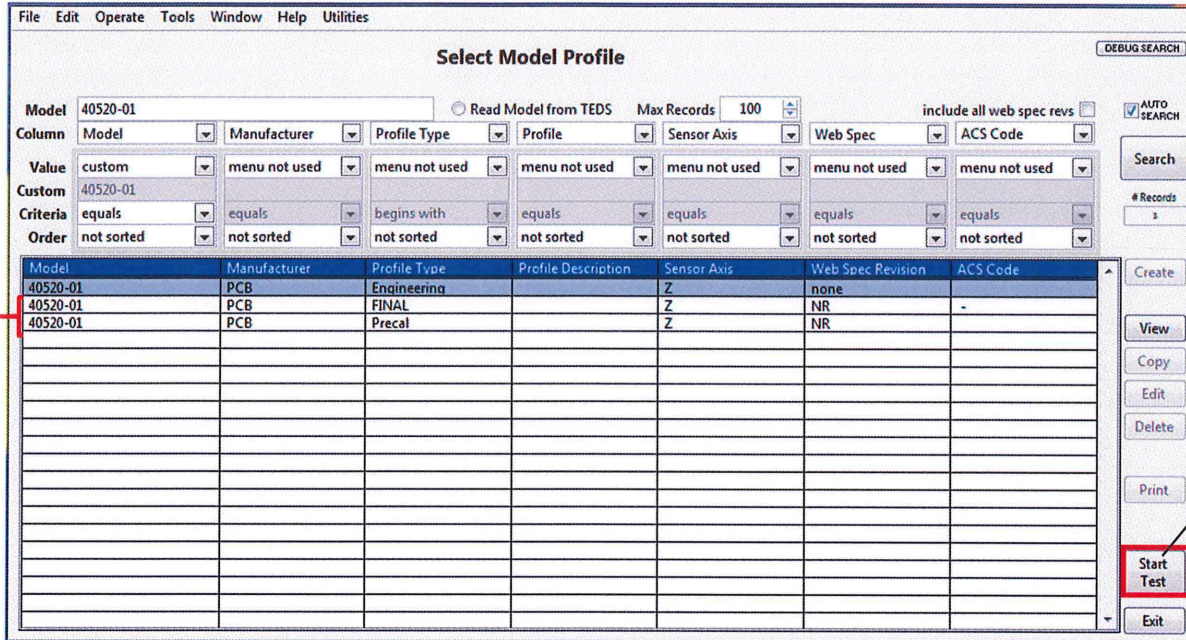

Figure 8
- 10) Reference Figure 8.
- 17) Reference Figure 8.